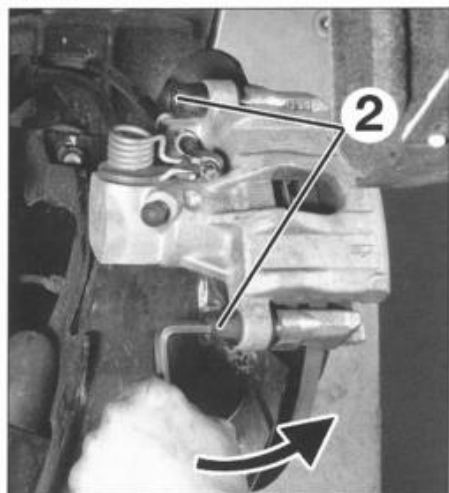

FIG. 15
- los 2 tornillos de guía (2) de la pinza (fig. 15).